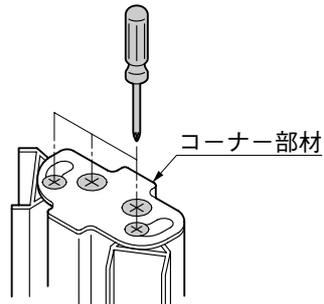

図5-10
- 9 コーナー角度セット後、コーナー部材上部のネジを締め込んで下さい。(図5-10参照)